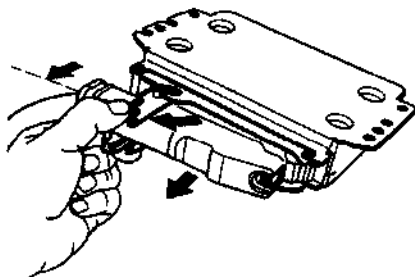

图 1.49 拔下电子控制单元上的插头
- ① 连接故障诊断仪 V.A.G1551, 启动发动机并怠速运转, 读取显示器上的电子控制单元标识和编码。
- ② 按“—”键, 按“06”键, 选择功能“结束输出”, 并按“Q”键确认。
- ③ 关闭点火开关。
- ④ 如图 1.49 所示, 拔下电子控制单元上的插头。
- ⑤ 换上新的电子控制单元, 并根据以前的编码对新的电子控制单元进行编码。
- ⑥ 将电子控制单元与电子防盗器等进行匹配。
- ⑦ 查询新发动机电子控制单元故障存储器的内容, 并删除故障存储器中的故障存储。